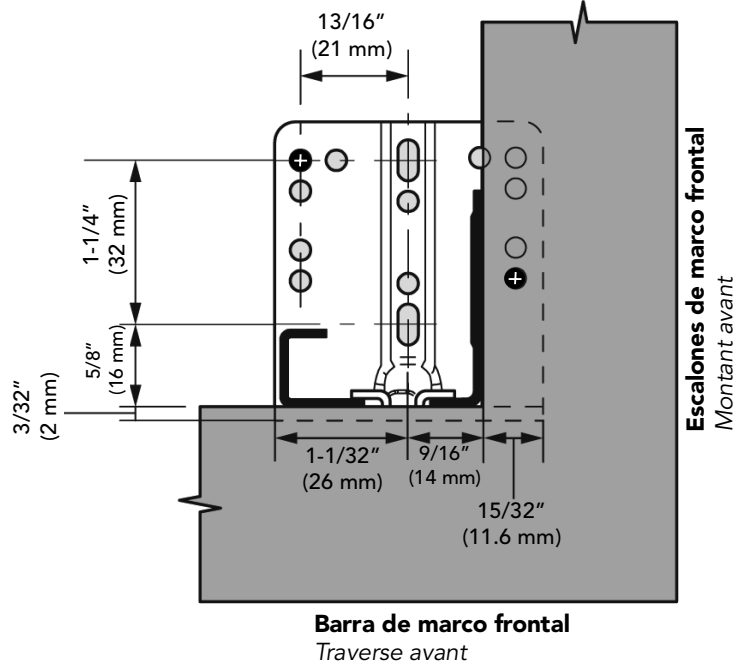

FIG. D-1
Asegúrese de que ambos correderos estén colocados hacia atrás 1/8 " desde el borde del marco frontal mientras los apoyan sus soportes traseros. Fije ambos correderos al marco frontal usando (2) # 6 x 1/2 " para cada corredero (Véase Fig. D-1 y D-2).
Assurez-vous que les deux glissières sont placées à 1/8 po du bord du cadre frontal tout en étant posées sur leurs supports arrière. Fixez les deux glissières au cadre frontal en utilisant (2) vis #6 x 1/2 po pour chaque glissière (Voir fig. D-1 et D-2).